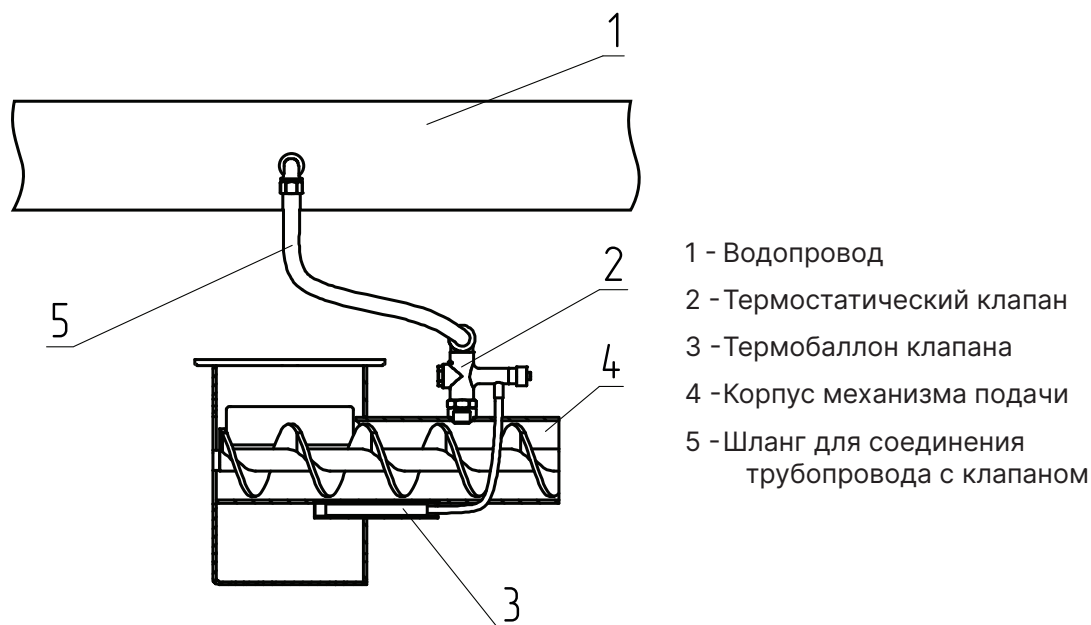

Рис.4 Система охлаждения топливопровода
- Для обеспечения полной пожарной безопасности необходимо устанавливать систему охлаждения топливопровода (доступно в качестве опции, **см. Рис.4**). Система охлаждения топливопровода, наполненная водой является основным элементом защиты котла от протекания топлива в бункер;
Внимание! Термобаллон клапана (Рис.4, поз.3) должен быть зафиксирован в гильзе двумя винтами.